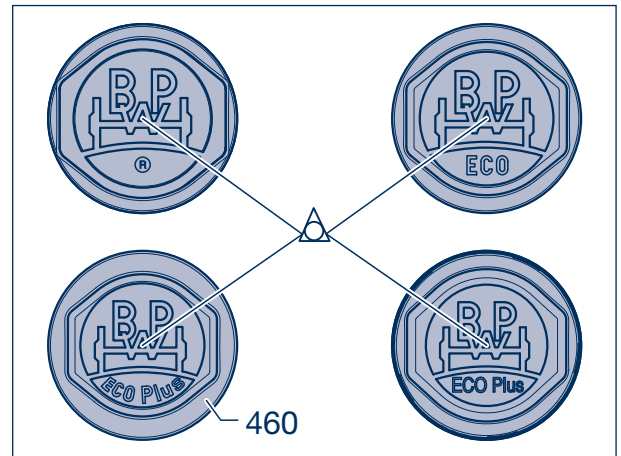

Bild 1
Bei Aggregaten mit neuen Nabenkapseln (460, eingepprägtes ®, ECO oder ECO Plus unter dem BPW Logo) (Bild 1), sowie bei ECO Plus 3, brauchen nur die Nabenkapseln von der Bezugsachse abgeschraubt werden.
- [1] Bei älteren Nabenkapseln als in Bild 1 dargestellt, die Nabenkapseln abschrauben und Fett an den Radnaben entfernen.